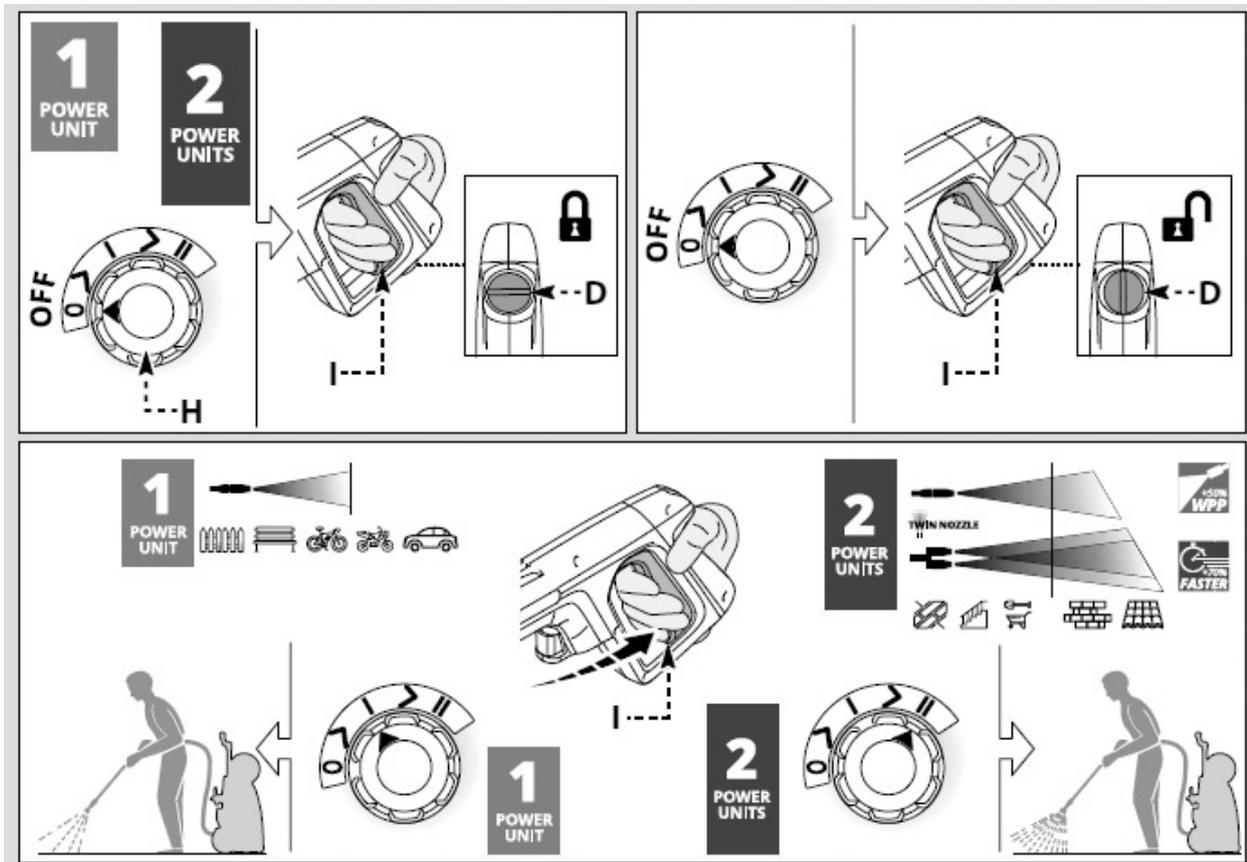

Abb. 7: Bedieneinrichtung
9.2 Einschalten (Abb. 7)
Schritt 3: Die Verriegelung (Pos. D, Abb. 7) der Pistole betätigen.
Schritt 1: Die Verriegelung (Pos. D, Abb. 7) der Pistole lösen.
Schritt 6: Die Verriegelung (Pos. D, Abb. 7) der Pistole wieder betätigen.